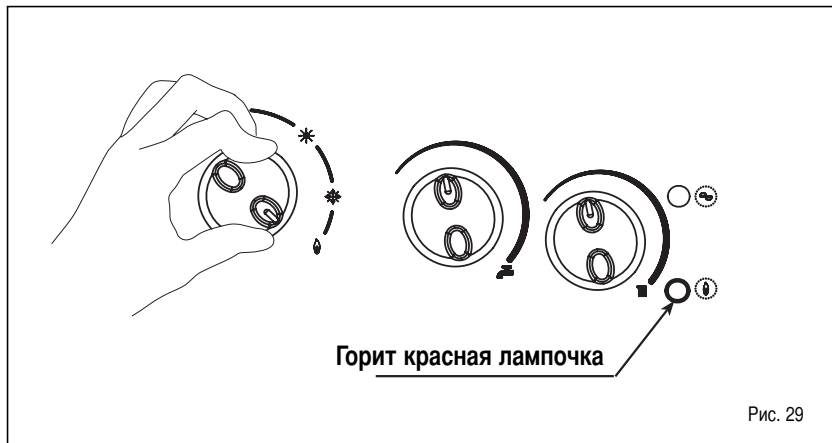

Рис. 29
**– Восстановление давления системы отопления (рис.29/а)**